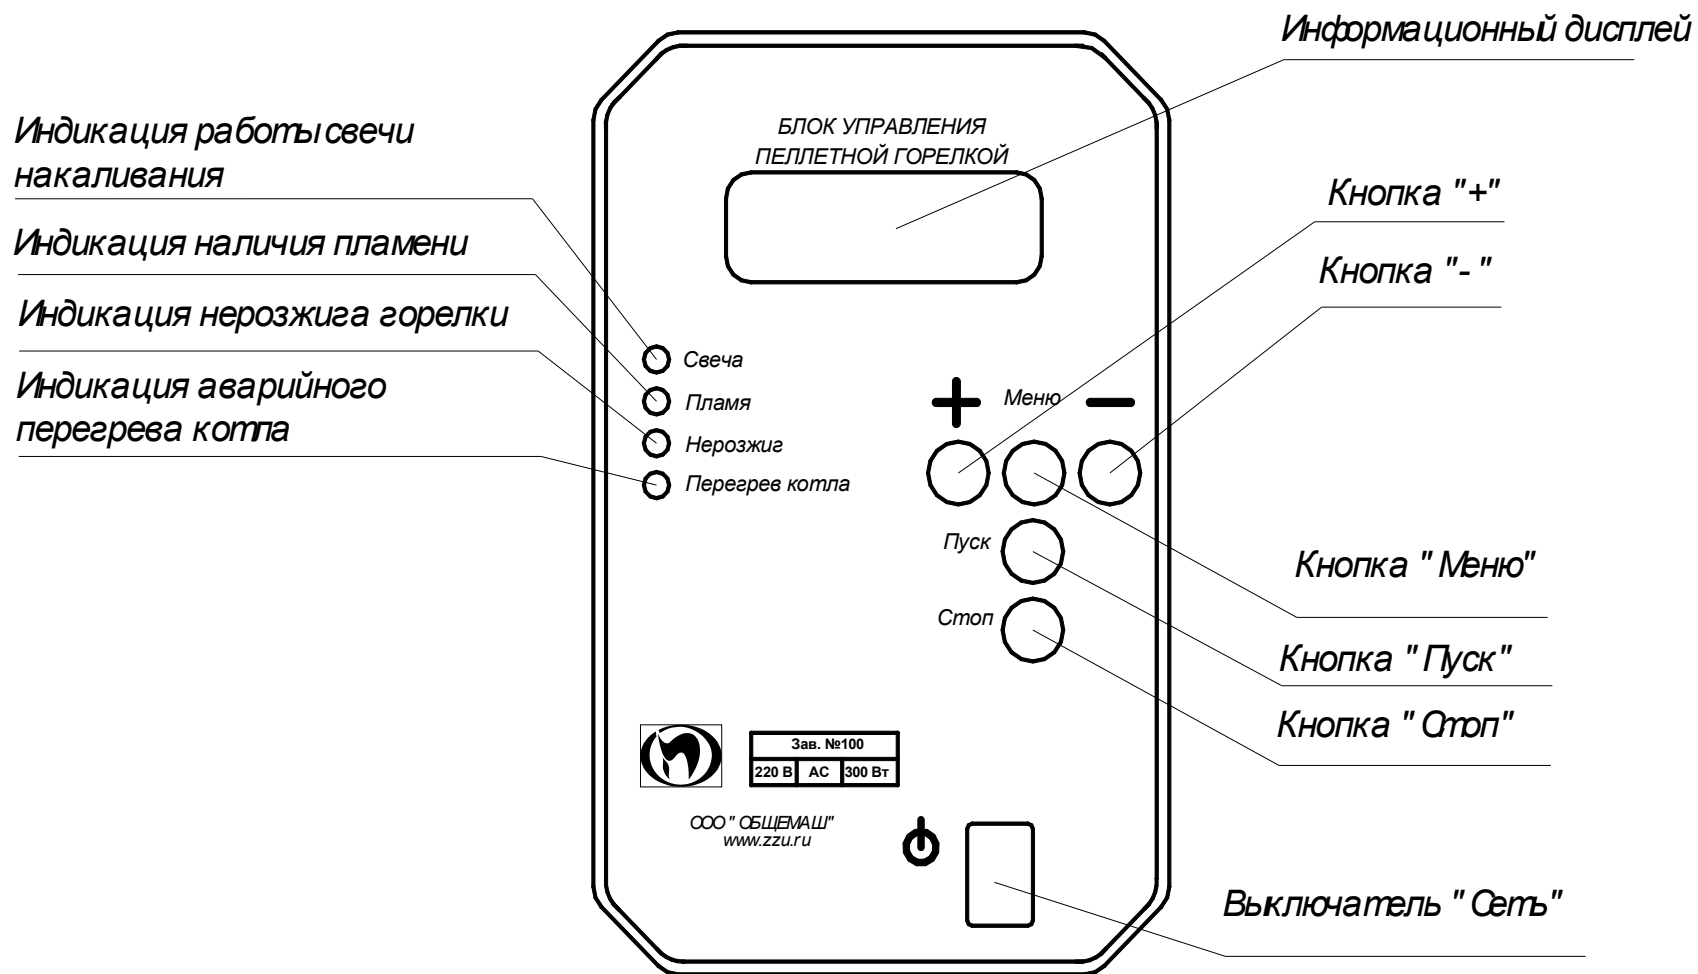

Рис.7
- 41- Лицевая панель блока управления (Рис.7);